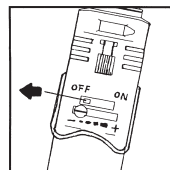

Fig. 8
- Förvissa dig om att på/av knappen står på **off** och att lödpennan svalnat innan du lagrar den eller lämnar den utan tillsyn. Se fig. 8.